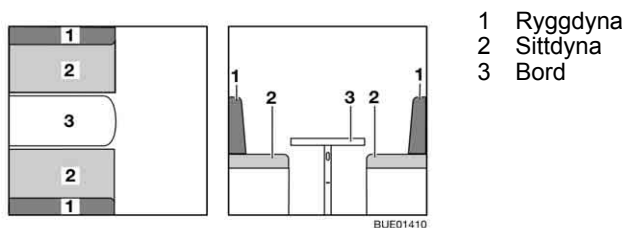

Bild 98 Före ombyggnaden
- Bygg om bordet (Bild 98,3) till sängbotten (se avsnitt 6.11).
- Ta av ryggdynorna (Bild 98,1) och lägg en av dem på bordet.